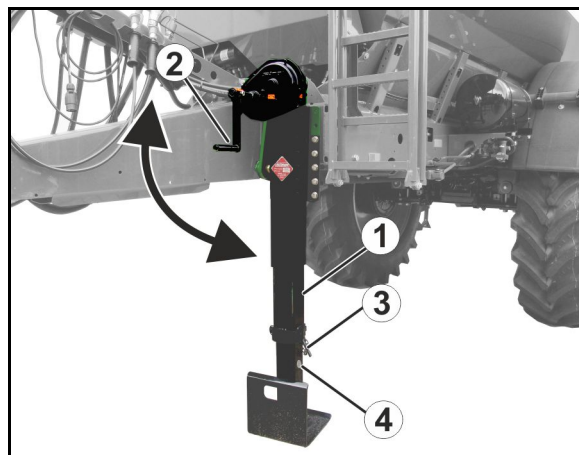

図 42
1. クランクハンドル (図 42/2) を回して、ストッパーに当たるまでサポートスタンド (図 42/1) を上げます。
2. サポートスタンドからピン (図 42/3) を抜きます。
4. ピンを下のボア (図 42/4) に差し込んで固定します。
1. サポートスタンドの内側パーツをしっかり握って、サポートスタンドからピン (図 42/3) を抜きます。
4. クランクハンドル (図 42/2) を回して、サポートスタンド (図 42/1) がストッパーに当たり、直線型牽引バーに負荷がかからなくなるまで下げます。